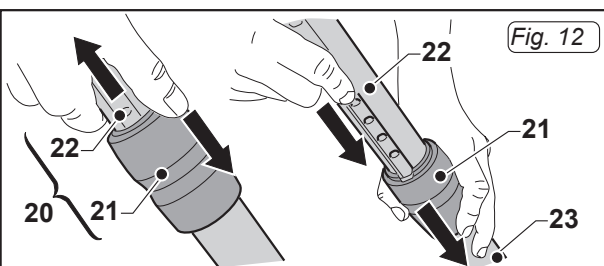

Fig. 12
- È possibile regolare la lunghezza del tubo telescopico (20 Fig. 12) agendo come segue:
- Per allungare il tubo premere con un dito verso il basso la ghiera (21 Fig. 12) e contemporaneamente estrarre la parte superiore (22 Fig. 12) del tubo; raggiunta la lunghezza desiderata rilasciare la ghiera (21 Fig. 12) il tubo si bloccherà nella posizione di fermo più vicina;
- Per accorciare il tubo telescopico, con una mano spingere verso il basso la ghiera (21 Fig. 12) e con l'altra mano rinserire il tubo superiore (22 Fig. 12) nel fodero inferiore (23 Fig. 12).